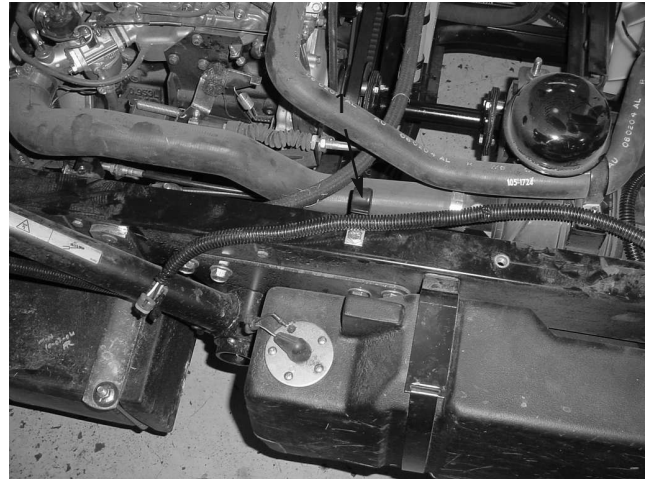

図 21
8. キャップスクリュ (3/8-16 x 3/4" ; 1本) を使って、図21のように、J クリップを牽引車両のフレームのレール部に取り付ける。そして、このJ クリップを通してハーネスを図21のように配線する。